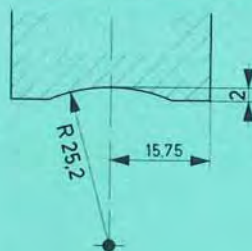

Abb. 8
zusammengesetzt aus ② Abb. 8; 9